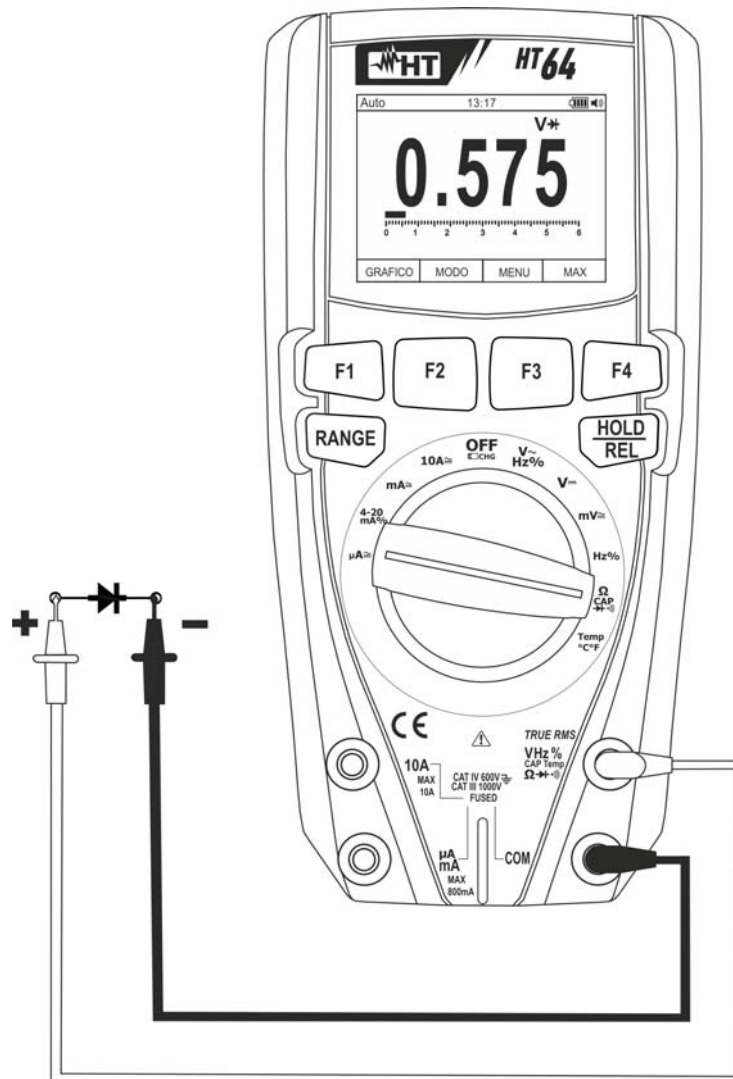

Fig. 26: Uso dello strumento per la Prova Diodi
4. Posizionare i puntali ai capi del diodo in esame (vedere Fig. 26) rispettando le polarità indicate. Il valore della tensione di soglia in polarizzazione diretta è mostrato a display
6. Se lo strumento visualizza il messaggio "**O.L**" i terminali del diodo sono invertiti rispetto a quanto indicato in Fig. 26 oppure la giunzione P-N del diodo è danneggiata